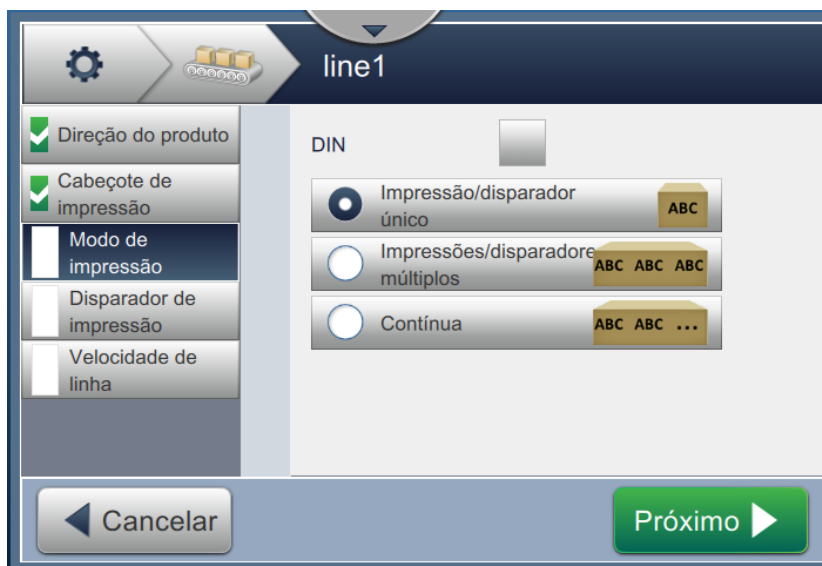

Figura 6-30: Definição de linha – Modo de impressão
1. Toque em *Modo de impressão* na tela Configuração de definição de linha, como mostra a Figura 6-30.
1. Selecione a opção *Múltiplo*, como mostra a Figura 6-30. Toque no botão  .
1. Selecione a opção *Contínuo*, como mostra a Figura 6-30 na página 6-44. Toque no botão